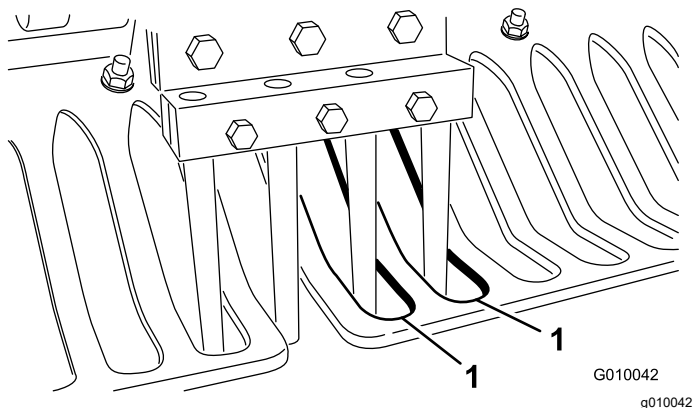

Figure 28
7. Vérifiez que les louchets sont bien centrés entre les espacements dans les protège-gazon (Figure 28). Réglez les protège-gazon au besoin et serrez les écrous.